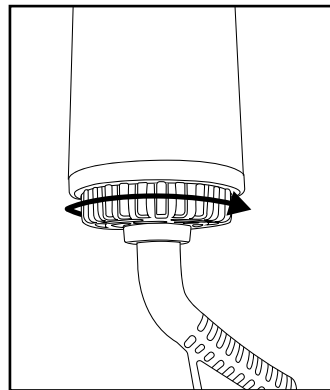
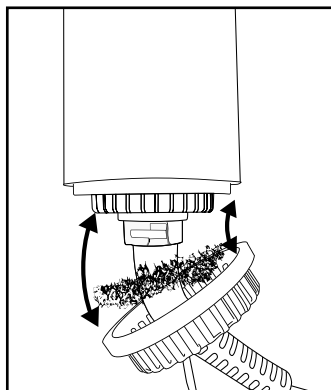

Fig. 3
Fig. 4
- Retirez les cheveux des embouts avec les doigts ❸-❹. Placez les embouts ❸-❹ dans de l'eau tiède pour les nettoyer. Vous pouvez utiliser un produit de nettoyage doux, rincez ensuite bien à l'eau. Laissez les embouts ❸-❹ sécher entièrement avant de les remettre dans l'appareil.
- Contrôlez si la grille d'aspiration d'air ❹ est exempte de cheveux et de peluches. Nettoyez-la à l'aide d'une brosse sèche.
- Nettoyez à intervalles réguliers le filtre situé derrière la grille d'aspiration d'air ❹, au plus tard lorsque des salissures sont visibles. Pour cela, retirez la grille d'aspiration d'air ❹ (voir figures 3 et 4) en la tournant jusqu'en butée, puis en la tirant vers le bas (si nécessaire, tournez-la légèrement dans un sens et dans l'autre en même temps). Enlevez les peluches et les impuretés du filtre avec les doigts et, si nécessaire, avec une brosse douce. Repoussez le filtre dans le panier de la grille d'aspiration d'air ❹ afin de pouvoir ensuite remettre la grille d'aspiration d'air ❹ en place. Faites glisser la grille d'aspiration d'air ❹ sur le logement de l'appareil et vissez-la. Tenez compte pour cela des deux petites encoches sur le socle du câble d'alimentation ❺ (voir fig. 4), dans lesquelles doivent être insérées les contre-pièces adaptées à l'intérieur de l'ouverture dans la grille d'aspiration d'air ❹.